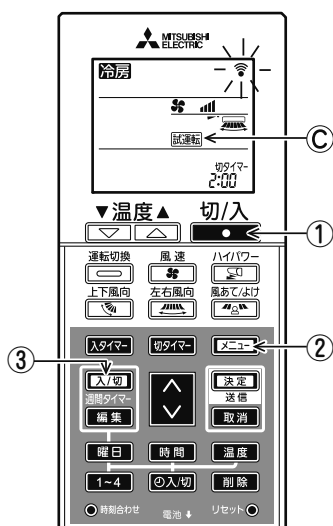
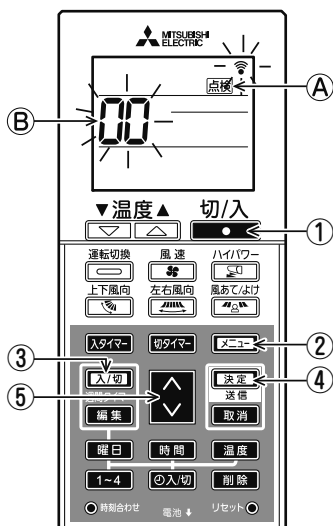

図7-1
図7-2
2. ボタン②を5秒間長押しする。
●点検④が点灯し自己診断モードになります。(図7-2)
3. 冷媒アドレス⑤が“00”になっていることを確認し、 ボタン②を押す。
●試運転⑥が点灯し試運転モードになります。(図7-1)
- ボタン①で終了します。
7-2 自己診断(図7-2)